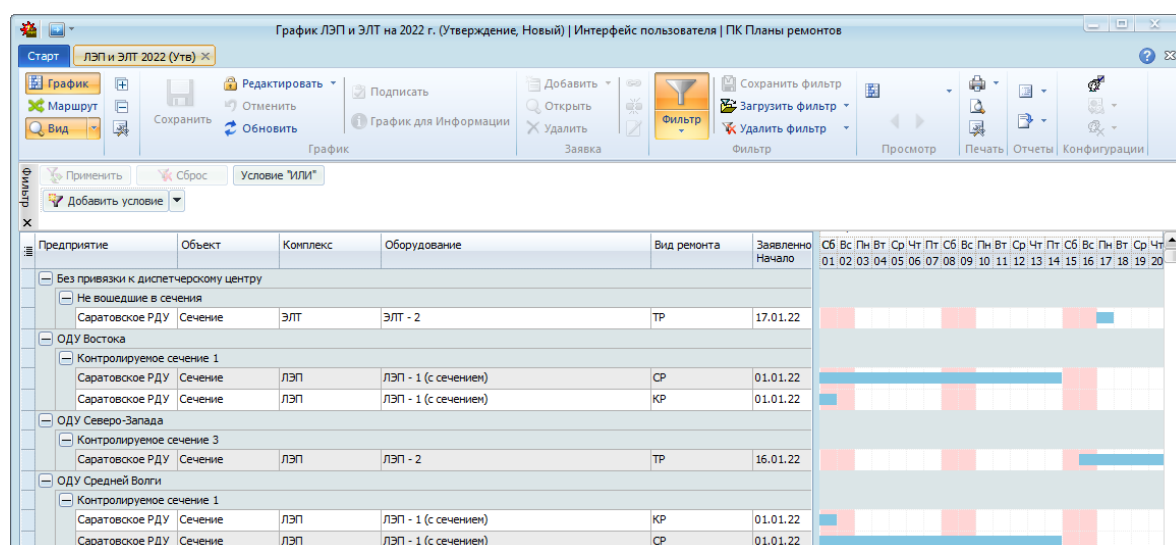

Рисунок 10.48 – Выбор режима просмотра «Сечения и диспетчерские центры»
- При активации настройки «Сечения и диспетчерские центры», табличная часть графика перестраивается в соответствии с принадлежностью оборудования к сечению и дополнительно производит группировку блоков сечений по предприятиям, контролирующим переток (Рисунок 10.48). Принадлежность блока сечения к блоку предприятия выстраивается в соответствии с значениями, заданными в столбце «Контроль перетока» справочника «Контролируемые сечения» Интерфейса оборудования. При этом сечение может иметь принадлежность к нескольким предприятиям. В этом случае блоки сечений с содержащимися в них заявками дублируются и отображаются в каждом блоке предприятия.